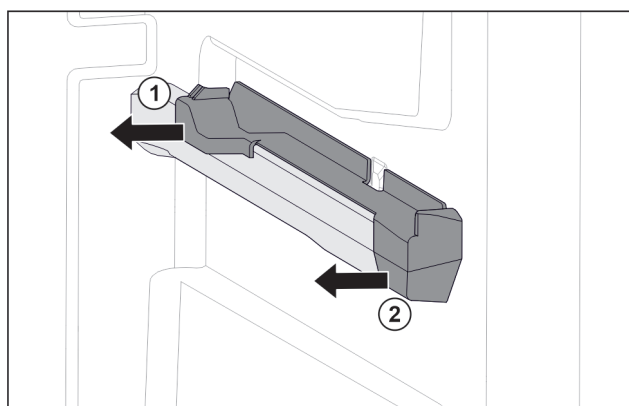

Fig. 118 Násuvný diel na pravom rebre nádoby
- ▶ Stiahnite násuvný diel vzadu do strany. Fig. 118 (1)
- ▶ Stiahnite násuvný diel vpredu do strany. Fig. 118 (2)